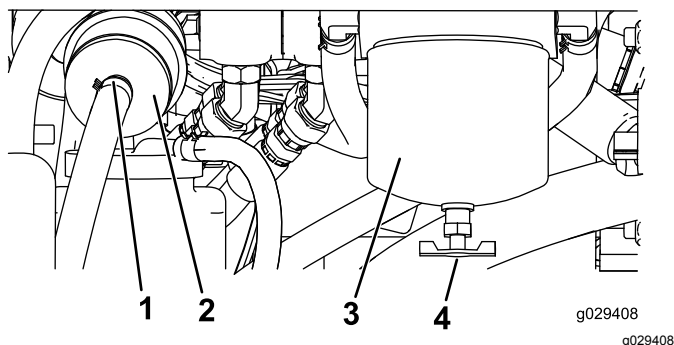

図 49
4. エンジン後方にある燃料フィルタ **図 49** を探し出し、その下に回収容器をおく。
4. エンジン右側にある燃料フィルタ **図 49** を探し出し、その下に汚れていない容器をおく。
5. フィルタ容器(**図 49**)の周辺をウェスできれいにぬぐう。
6. フィルタ容器を外して取り付け部をきれいに拭く **図 49**。
9. ガスケットが取り付け部に当るまで手でフィルタをねじ込み、そこからさらに 1/2 回転締め付ける **図 49**。
10. 燃料フィルタ容器の左側にあるインラインフィルタ **図 49** を探し出し、フィルタの側面についている燃料の流れ方向を示す矢印の向きを確認する。
11. インラインフィルタの前後両方のクランプをゆるめて、フィルタをホースから外す **図 49**。外したフィルタは廃棄する。
12. 新しいフィルタにホースを接続する **図 49** フィルタについている矢印がエンジン電気燃料ポンプの方を向くように取り付けること。